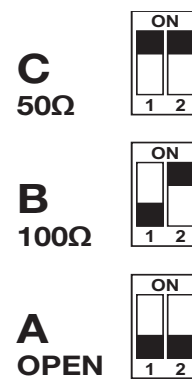

Fig. 6
3. Provvedere alla terminazione del segnale video (fig. 6)